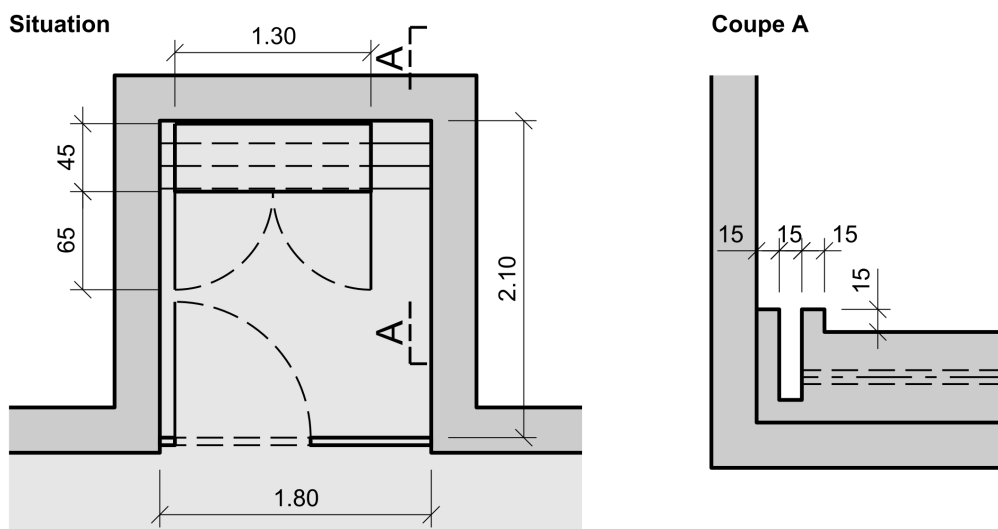

Figure 2: Dimensions de la niche SOS et de l'armoire d'alarme
- L'armoire d'alarme est composée d'une installation d'appel d'urgence et de deux extincteurs. Dans la mesure où de plus amples indications ne sont pas données, les dimensions du coffret d'alarme doivent être reprises de la Figure 2.
- Les dimensions de la niche SOS sont représentées sur la Figure 2.
- Pour la mise en place de l'armoire d'alarme, il faut prévoir un socle de fondation avec une rigole à laquelle des tubes électriques peuvent être raccordés (Figure 2). La partie du socle de fondation qui n'est pas recouverte par l'armoire d'alarme peut être recouverte avec une tôle striée résistante à la corrosion.